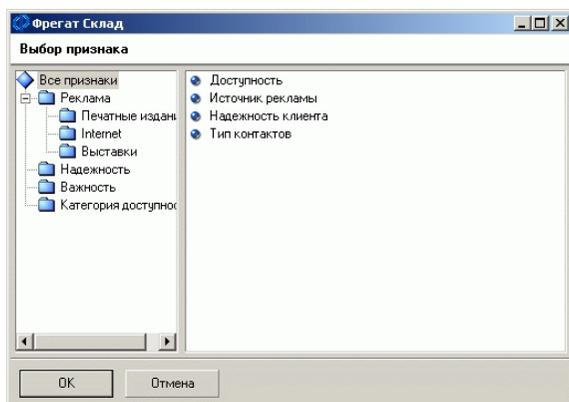

Рис. 2.44. Справочник аналитических признаков
При нажатии кнопки [**Добавить**] на вкладке **Аналитика** открывается окно справочника аналитических признаков (см. Рис. 2.44). В левой части окна выводятся в форме дерева категории (группы) признаков, в правой части – соответствующие выбранной категории аналитические признаки. Справочник имеет иерархическую структуру, не ограниченную по вертикали и горизонтали.
- ▶ С помощью кнопки [**Добавить**] перейти в справочник **Аналитические признаки** (см. Рис. 2.44).
Для правки признака можно также на вкладке **Аналитика** нажать кнопку [**Добавить**], после чего произойдет переход в окно справочника (Рис. 2.44), в котором необходимо выбрать нужный признак и выполнить п. **Правка** контекстного меню.